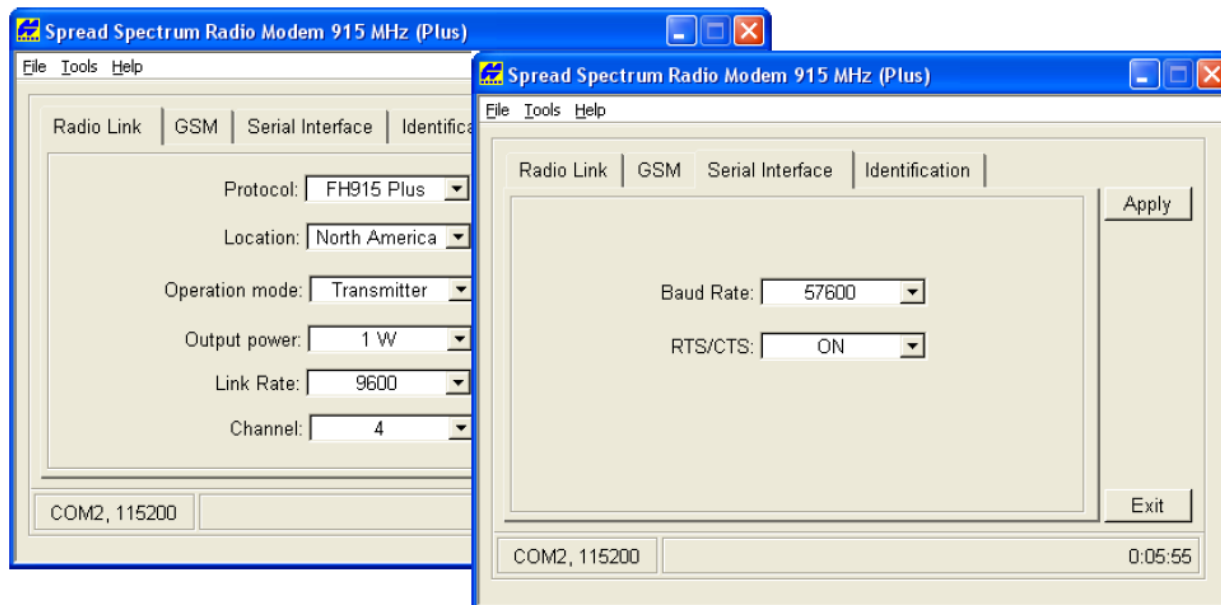

Рисунок 3-2. Подтверждение параметров радиосвязи и скорости передачи
3. Во вкладке *Radio Link* (Радиоканал) установите перечисленные ниже параметры (см. таблицу 3-1) и щелкните на кнопке *Apply* (Применить) (см. рис. 3-2 на стр. 3-6).
4. Во вкладке *Serial Interface (Последовательный интерфейс)* выберите перечисленные ниже параметры скорости передачи и щелкните на кнопке *Apply (Применить)* (см. рис. 3-2).